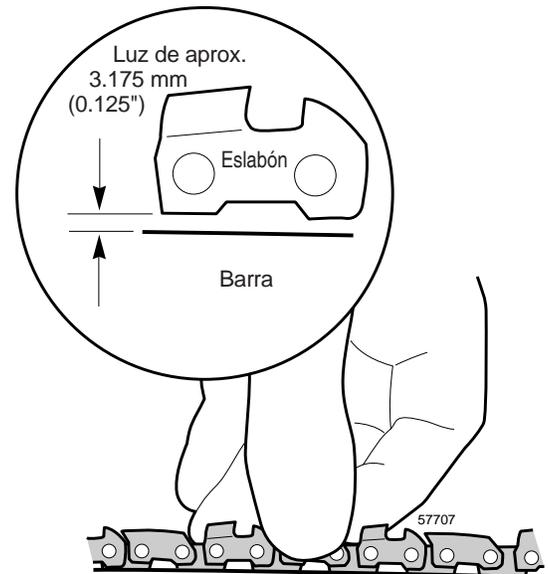

Figura 6.28
Paso 4. Colóquese unos guantes gruesos y empuje la cadena alrededor de la barra para verificar que funciona suavemente. Ajuste la tensión de la cadena si fuera necesario (figura 6.28)